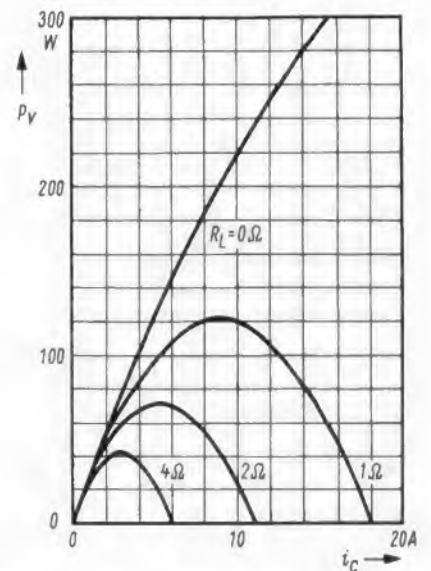

Bild 2. Momentane Verlustleistung in Abhängigkeit vom Kollektorstrom für verschiedene Lastwiderstände, bezogen auf den Verstärker nach Bild 11
Aus Gleichung (2) geht hervor, daß die Höhe der Verlustleistung neben dem Kollektorstrom von der Größe des Lastwiderstandes abhängig ist. R_E kann meist vernachlässigt werden, da er etwa $0,1 R_L$ beträgt. Für den 60-W-Verstärker nach Bild 11 wurde die momentane Verlustleistung in Abhängigkeit vom Kollektorstrom bei verschiedenen Lastwiderständen in Bild 2 gemäß Gleichung (2) aufgetragen.